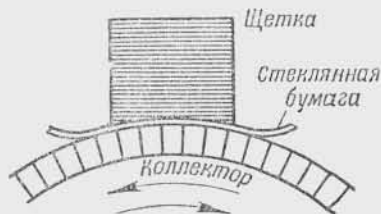

Рис. 106. Притирка щеток.
3. Щетки должны плотно прилегать к коллектору всей своей поверхностью, для чего должны быть притерты по форме дуги коллектора. Притирают щетки стеклянной бумагой, вначале более грубой, а в конце притирки самой мелкой. Для притирки щеток бумагу кладут под щетки гладкой стороной на коллектор, а к щетке — стеклянным порошком и вращают коллектор вместе с бумагой (рис. 106). При работе необходимо наблюдать, чтобы под щетками не было искрения. Искрение появляется при грязном коллекторе, при неплотном прилегании щеток и плохой их притирке, при коротком замыкании секций обмоток якоря и обрывах.